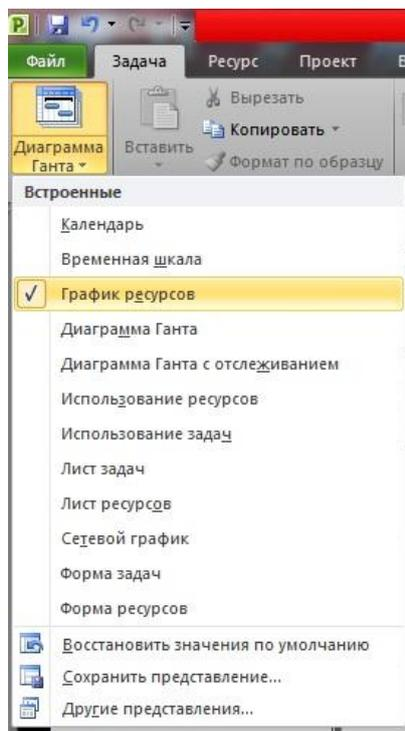
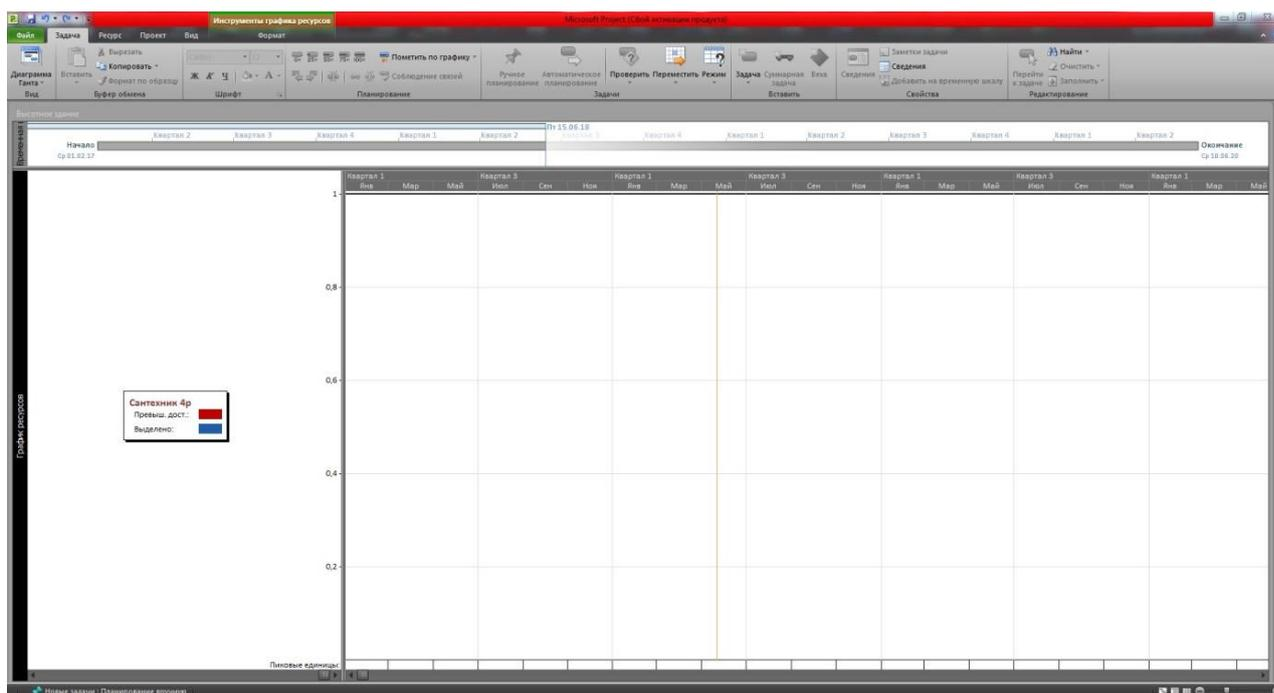

Рис. 29. Вывод Графика ресурсов на экран
Рис. 30. Полученное изображение до редактирования
11) После того как назначены ресурсы для всех задач, необходимо во вкладке «Задача», в разделе «Вид» щелкнуть левой кнопкой мыши на стрелочку у пиктограммы «Диаграмма Ганта» и в появившемся списке выбрать «График ресурсов» (рис. 29). Появится окно программы с приблизительно следующим содержанием (рис. 30);